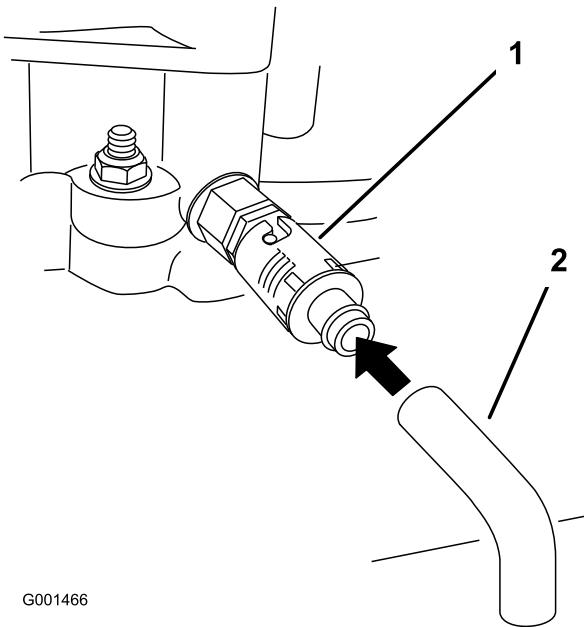

Figura 24
6. Collocate una bacinella sotto il tubo di spurgo. Girate la valvola di spurgo dell'olio per lasciare defluire l'olio (Figura 24).
8. Togliete il tappo di spurgo (Figura 24).